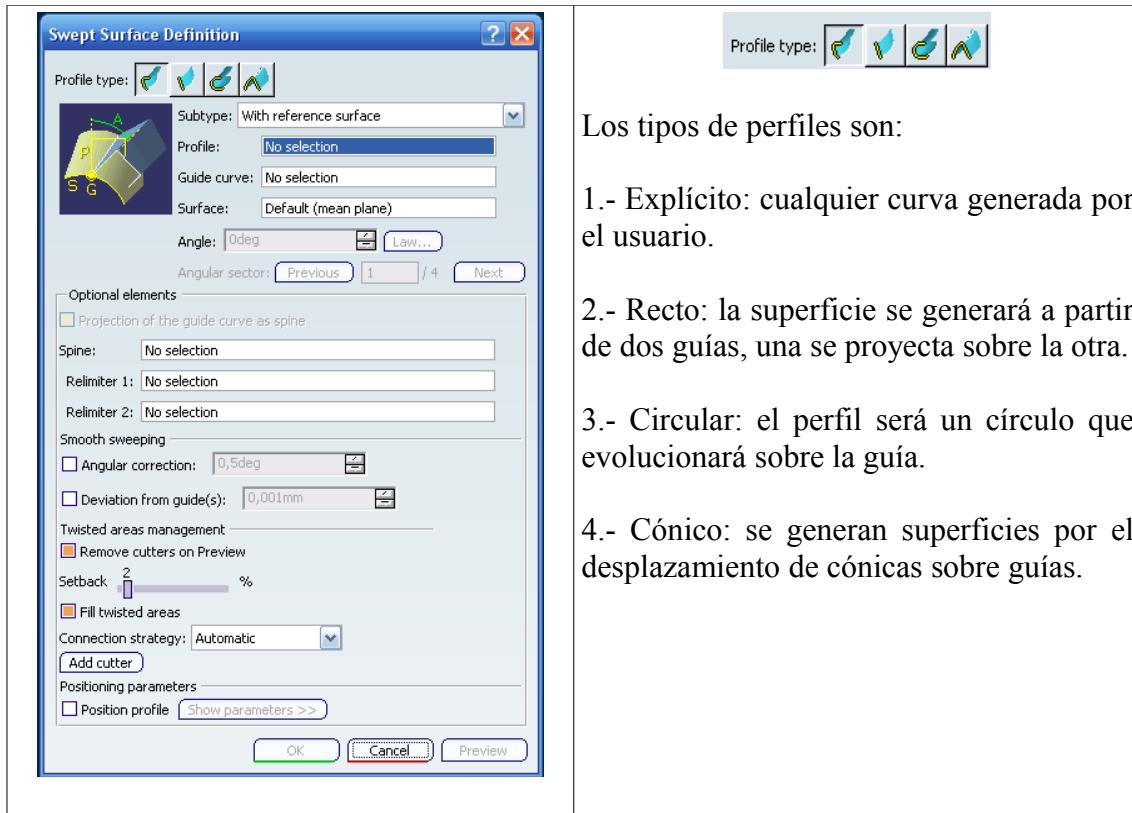

Ilustración 390: Definición de superficie por barrido.
Si se activa la operación *Sweep* aparece la ventana de definición de la Ilustración 390, en ella se puede seleccionar cuatro tipos diferentes de perfiles para realizar el barrido, que se irán comentando a continuación.
1.- *With reference surface*: la ventana de definición es la de la Ilustración 390. Habrá que seleccionar un perfil (*Profile*), que no tiene porque ser un Sketch, una curva que servirá de guía (*Guide curve*). También habrá que seleccionar una superficie que controlará la posición del perfil durante el barrido (por defecto es el plano en el que se encuentra la *Guide curve*). A esta superficie se le podrá imponer un ángulo entre ella y el perfil (*Angle*). A este ángulo se le
La posición del perfil respecto a la curva guía, también se puede controlar por el parámetro *Position Profile* de la ventana de definición de la operación (Ilustración 390).